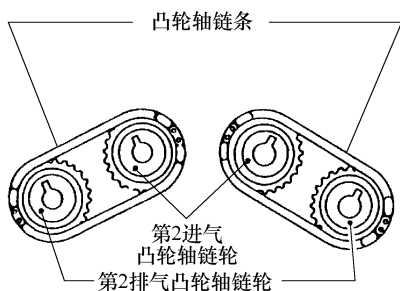

图 3-110 拆下第 2 进气、排气凸轮轴链条
10) 拆下第 2 排气凸轮轴链轮、第 2 进气凸轮轴链轮以及两侧的凸轮轴链条，如图 3-110 所示。